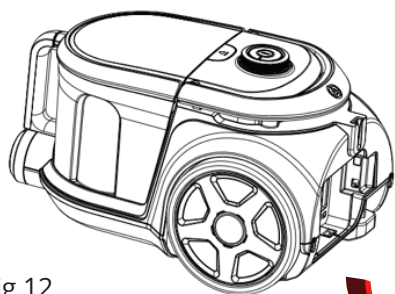

Fig.12
- 1) Para el filtro de motor ubicado en la parte posterior, tire hacia afuera la palanca para retirar la rejilla del filtro (Fig. 12).